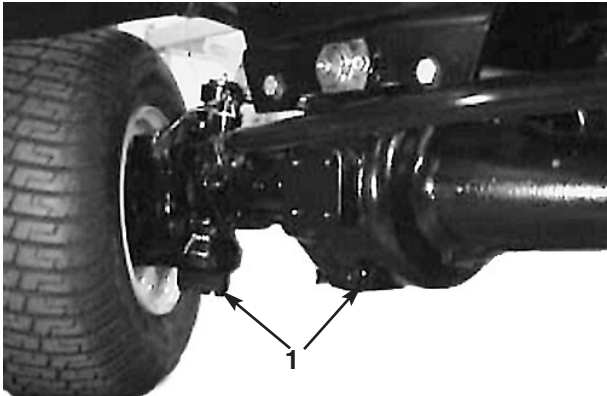

Bild 45
2. Reinigen Sie den Bereich um die (3) Verschlusschrauben, d.h. je eine an beiden Seiten und eine in der Mitte (Bild 45).